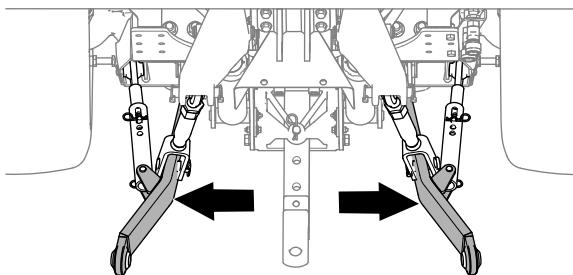

Figura 26
- Ajuste los brazos del estabilizador (Figura 26) totalmente hacia fuera; consulte el *Manual del operador* de la máquina de remolque.